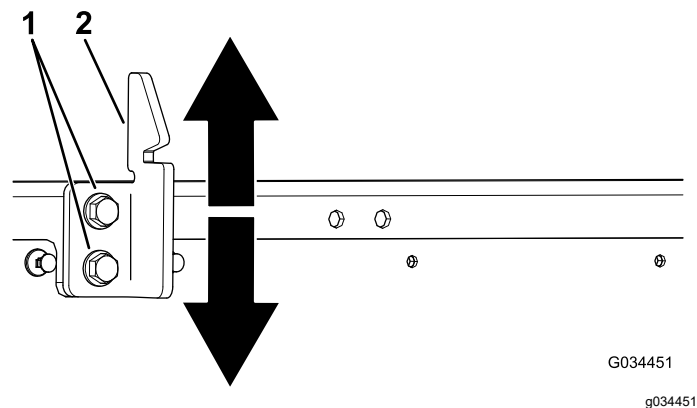

图 56
- 3. 拧松货斗门锁撞销上的 2 个螺栓并向上或向下取决于撞销过高还是过低移动撞销图 56。
- 4. 拧紧货斗门锁撞销上的 2 个螺栓图 56。